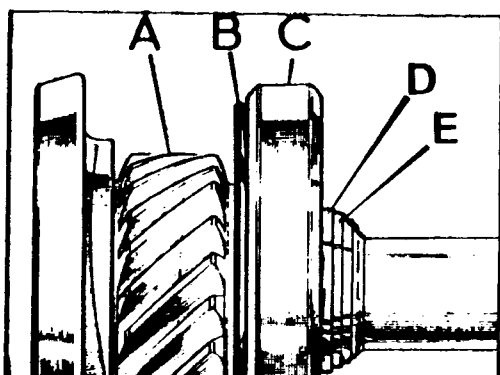

Fig. C-81 Posición de la arandela protectora
- 3.1. Situar la arandela, B (Fig. C-81) en su sitio, con la cara cóncava hacia el piñón, A, y montar a presión el cojinete, C, en el primario.